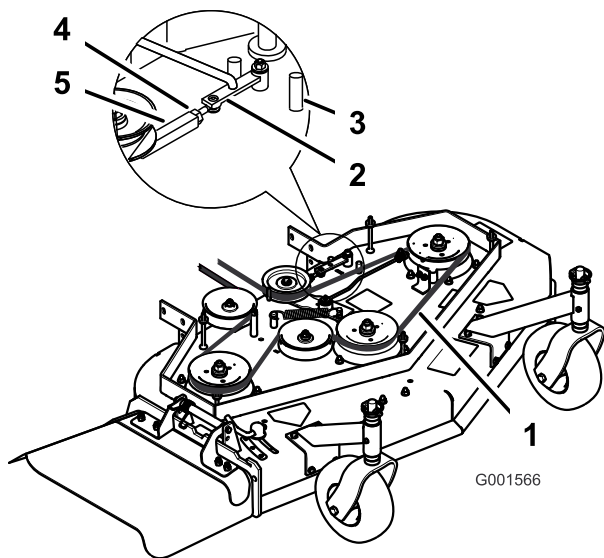

Figura 53
3. Afloje la contratuerca del tensor (Figura 53).
4. Gire el tensor hacia la parte trasera del cortacésped para aumentar la tensión de la correa. Gire el tensor hacia la parte delantera del cortacésped para reducir la tensión de la correa (Figura 53).